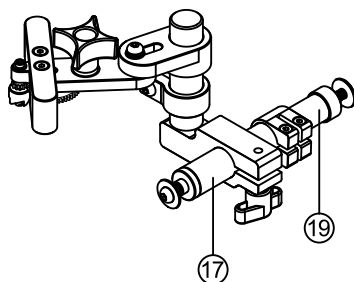

Figure 3.3
1. Sélectionner le type d'axe approprié en fonction de la largeur de la fourche avant/patte arrière. Installer le TB-DB11 en fonction des différents types d'axes (Figures 3.3 à 3.8). Desserrer le boulon à tête ronde ⑮ sur le collier d'axe ⑲, ajuster l'axe à la longueur appropriée puis serrer la vis.
2. Desserrer les vis à tête bombée ⑧, ⑨ et la molette de la plaque de blocage de l'axe ⑩.
3. Ajuster le corps principal ④ afin que la plaque de blocage ⑤ puisse entrer en contact simultanément avec les deux trous sur le support de frein à disque. Serrez le vis à tête bombée ⑧ pour sécuriser la position, puis serrez la molette ⑩ sur la plaque de verrouillage de l'axe ①.
4. Desserrer le vis à tête bombée ⑧, puis soulever le corps principal ④ et la glissière ③ sur la plaque de verrouillage de l'axe ①, glisser et faire pivoter pour insérer le boulon pilote de PM Ø4.9 ⑫ dans le 1er trou du support de frein à disque, puis serrer le vis à tête bombée ⑧.
5. Tourner la molette ⑦ avec une force appropriée et commencez à surfacer la première surface de montage. Assurez-vous de travailler avec une force de surfacage minimale afin que la surface de montage du frein à disque puisse être lissée uniformément.
6. Une fois le processus de surfacage terminé, déplacer le collier d'arrêt ② pour qu'il soit en contact avec la glissière ③ et serrer la vis à tête bombée ⑨ sur le collier d'arrêt ② pour sécuriser la position de la glissière.
7. Desserrer la vis à tête bombée ⑧, puis soulever le corps principal ④ et la glissière ③ sur la plaque de verrouillage de l'axe, glisser et faire pivoter pour insérer le boulon pilote de PM Ø4.9 ⑫ dans le 2ème trou du support de frein à disque, puis serrer la vis à tête bombée ⑧.
8. Lorsque la fraise est déplacé vers le 2ème support de frein à disque, il doit y avoir un espace entre le collier d'arrêt ② et la glissière ③. Veuillez passer à l'étape 9.
9. Tourner la molette ⑦ dans le sens des aiguilles d'une montre et appliquer une force appropriée pour effectuer le surfacage. Le processus de surfacage est terminé lorsque la glissière ③ entre en contact avec le collier d'arrêt ②.